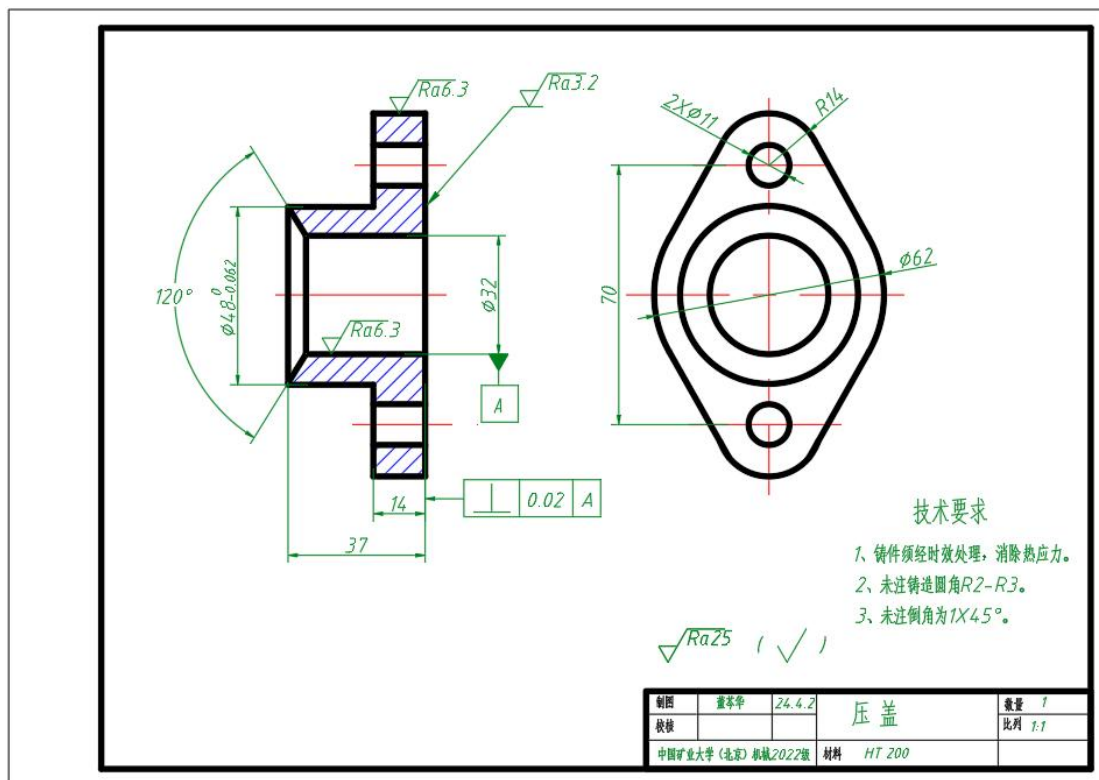

图 4.1 压套零件图
- 3、按图 4.1 给定的尺寸绘制压套零件图（绘图比例 1:1，A4 图幅）